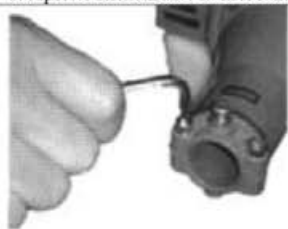

Fig.E1
1. Coloque el cabezal mecánico sobre una superficie limpia y plana, con la bujía hacia arriba. Use la llave allen 2, de 4 mm (hexagonal) para soltar la mordaza de tubo, tal como se muestra en la fig.E1